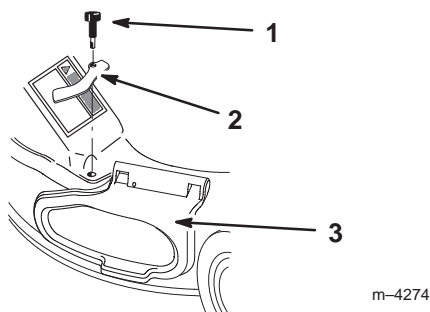

Abbildung 36
12. Die vordere rechte Ecke des Auswurfkanals und die Abdeckung der Seitenöffnung mit der vorher entfernten Klammer und dem langen Knopf, der dem Graskorb beiliegt, befestigen (Abb. 36).